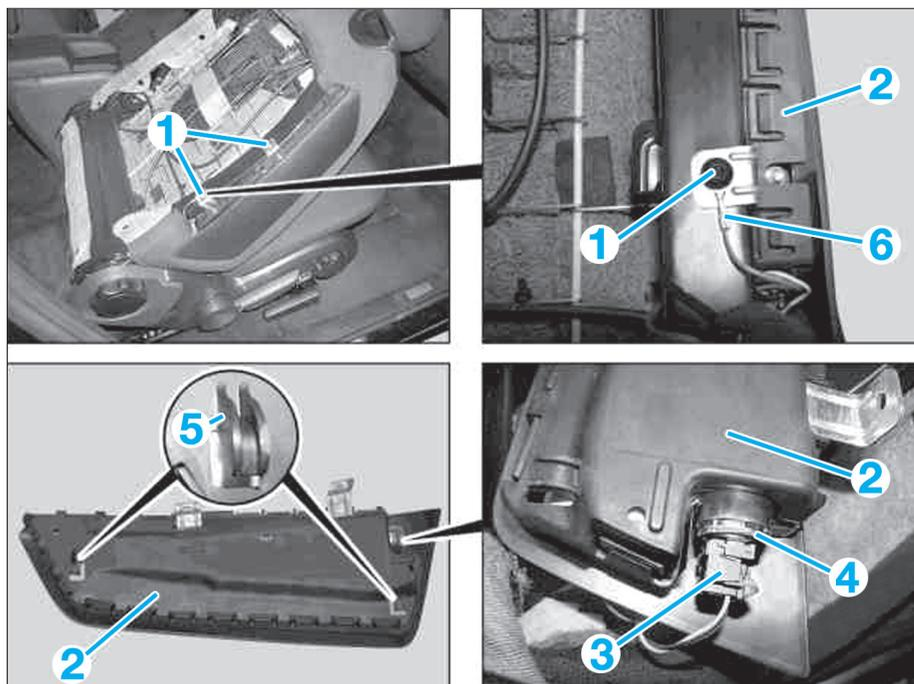

FIG. 7
- Déposer les vis (1) (**Fig.7**).
- Rabattre l'airbag latéral (2) vers l'extérieur jusqu'à ce que le connecteur électrique soit accessible.
- Déverrouiller le connecteur (3) de l'allumeur (4).
- Sortir l'airbag latéral (2).
- s'assurer que les crochets de verrouillage (5) de l'airbag soient bien positionnés dans les logements du cadre de dossier,
- l'oeillet du câble de masse (6) est fixé avec l'airbag latéral,